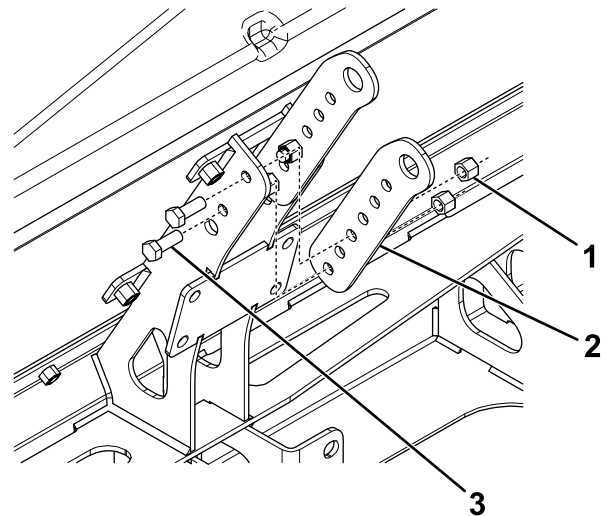

Figura 13
3. Sujete los soportes de la torreta al esparcidor con 4 pernos ($\frac{3}{8}$ ") y contratuercas (Figura 13).